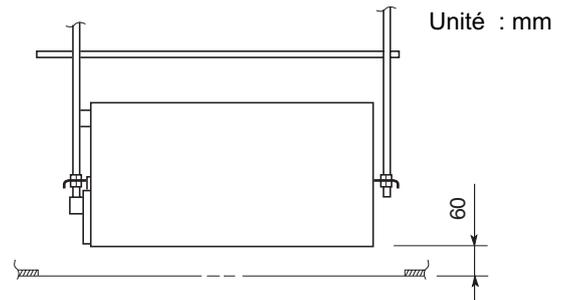

Fig. 3-23
- (3) La distance entre l'unité et l'ouverture du plafond d'une part, et la distance entre la surface inférieure du plafond et la surface inférieure du bord de l'unité d'autre part, doivent respecter les dimensions indiquées à la figure 3-23. Utilisez le manomètre d'installation fourni pour procéder à la vérification.